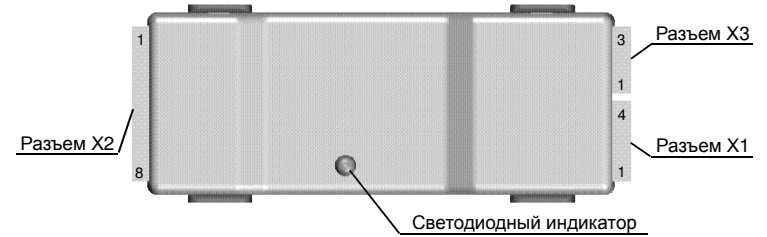

Рисунок 1. Внешний вид и расположение разъемов адаптера.
2.2. Подключить Черный и Красный провода (смотри таблицу 2) разъема X1 (смотри рисунок 1) к отрицательной и положительной клемме аккумулятора соответственно. Цепь питания адаптера должна быть защищена плавким предохранителем номиналом не более 5А.